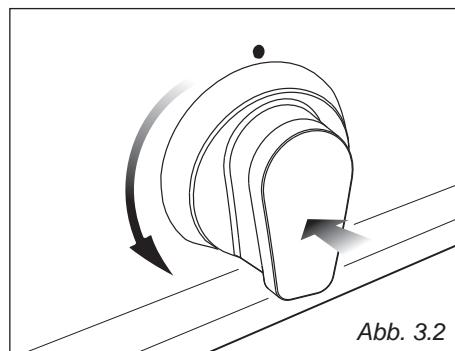

Abb. 3.2
1. Knopf eindrücken und gegen den Uhrzeigersinn bis auf die Position  drehen (oberste Gasstufe). Knopf gedrückt halten, bis die Flamme zündet (Abb. 3.2).